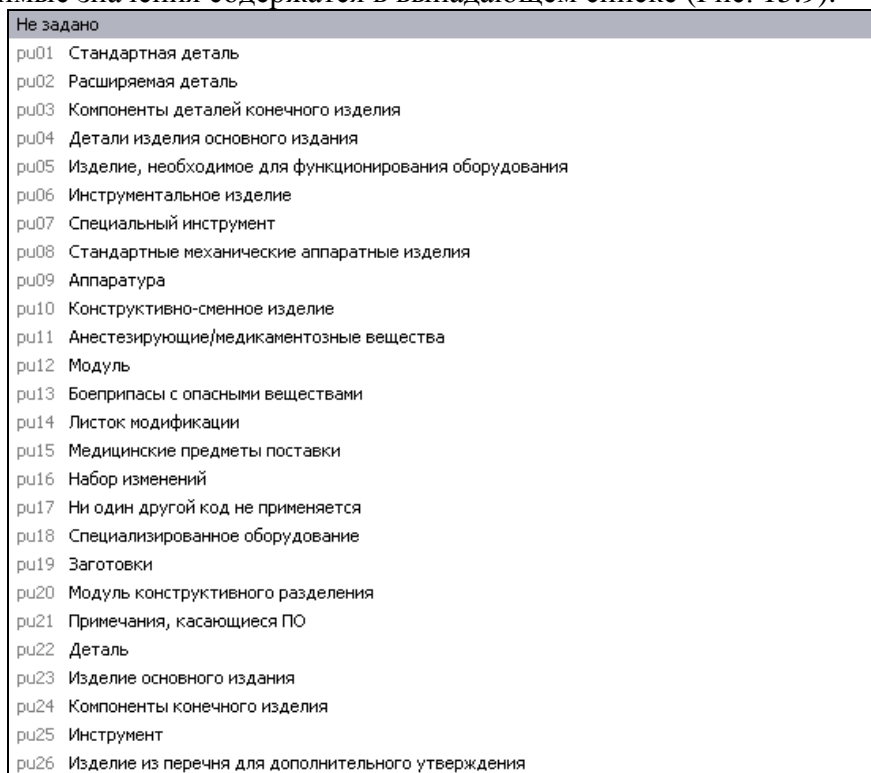

Рис. 15.9
- **Использование.** Содержит описание детали, связанное с её использованием. Допустимые значения содержатся в выпадающем списке (Рис. 15.9).